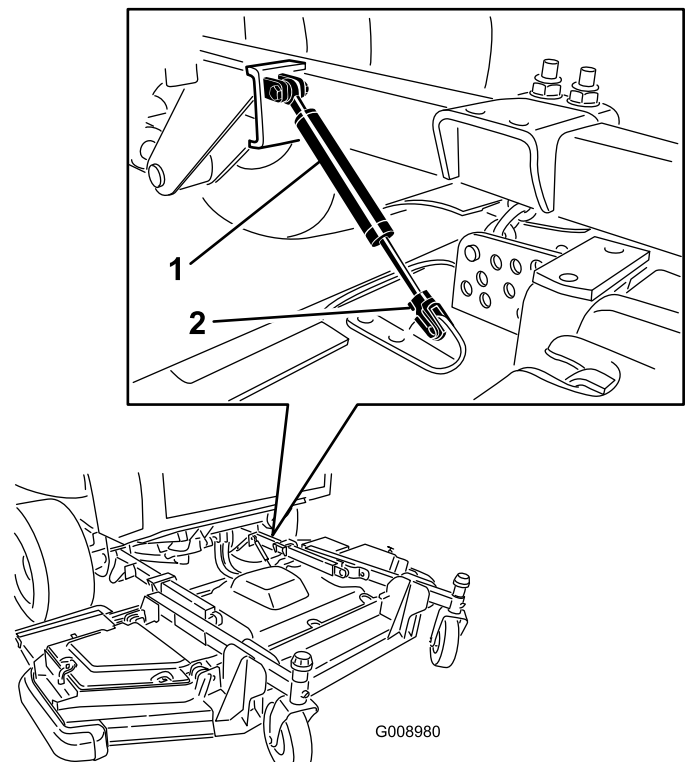

Figura 135
3. Retire el clip de retención, y desconecte el amortiguador de la unidad de corte (Figura 135).